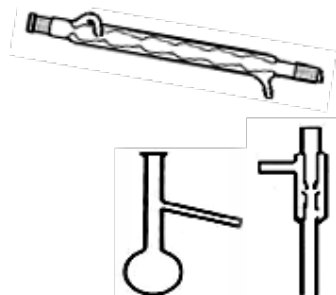

Figura 4
3.1.4. Equipos de separación (Figura 4)